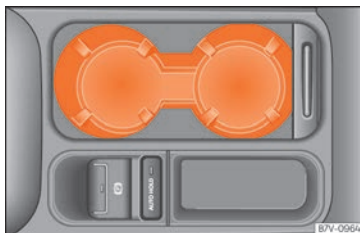

Abb. 169 Mittelkonsole vorn: Getränkehalter.
- Zum Öffnen Abdeckung nach hinten schieben »» Abb. 169.